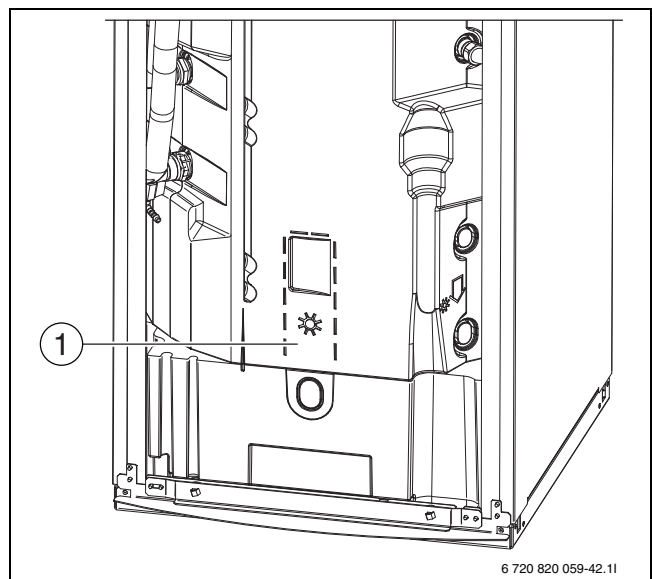

Рис. 36 Датчики TW1 и TS2
- Разрежьте изоляцию по разметке ([1], рис. 36) и удалите вырезанную часть изоляции (не повредите провод датчика TW1!).